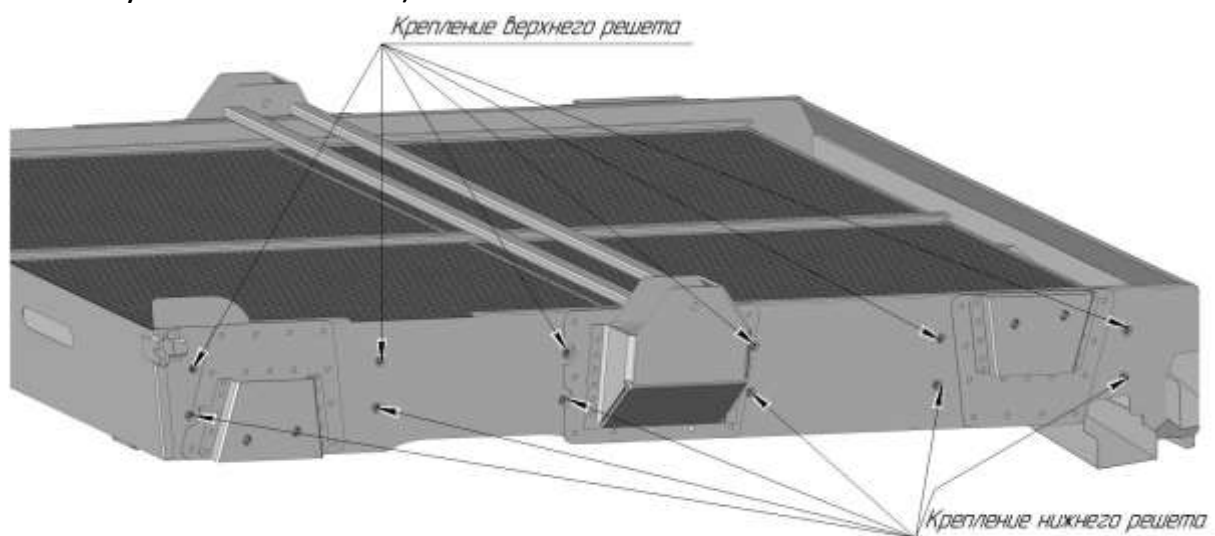

Рис. 4
4. Открутить болты крепления решет к решетному блоку. (Места крепежных болтов указаны на Рис. 4)